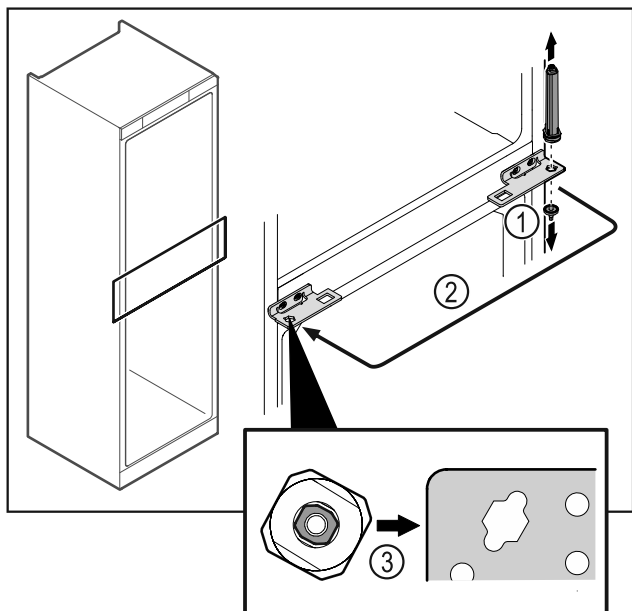

Fig. 49
- ▶ Skru hængselbolten Fig. 49 (1) af.
- ▶ Flyt dørlukkesystemet Fig. 49 (2).
- ▶ Ved indsættelse skal man sikre sig, at dørlåsesystemet Fig. 49 (3) er korrekt indjusteret.